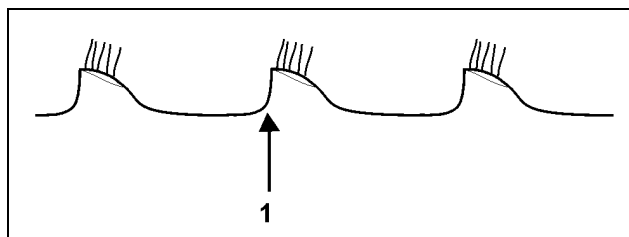

Fig. 3
- Die Schnittkante der 2. Scheibenreihe ist nicht sichtbar und folgt der 1. Scheibenreihe (Fig. 3):
- The cutting edge of the 2nd disc row is not visible and follows the 1st disc row (Fig. 3):